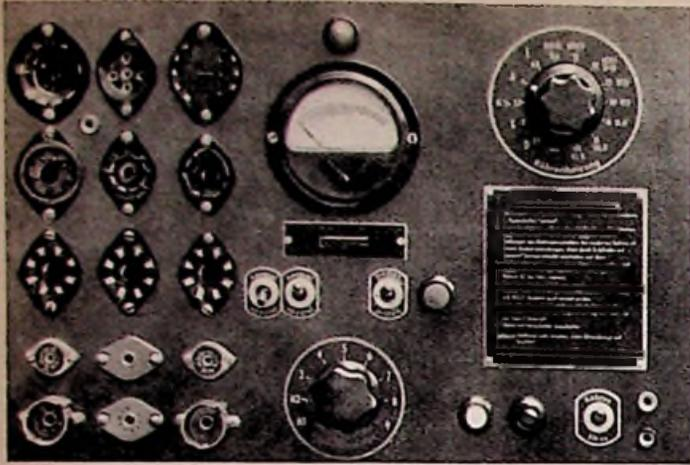

Bild 4. Fertig montierte Frontplatte
1. Zu Beginn der Prüfung linken Kippschalter (S 5) auf der Frontplatte Bild 4 auf „normal“, rechten Kippschalter (S 4) auf „prüfen“, Heizspannung der Prüfröhre einstellen.
Die Fotos Bild 4 und 5 siehe nächste Seite
Prüfung für alle indirekt geheizten Endröhren und nur bei rechts leuchtender Glühlampe. Weiße Taste (Bild 4 rechts unten) drücken, Instrumentenzeiger darf sich nur unmerklich bewegen. Bei Ausschlag über den ersten Teilstrich liegt Vakuumfehler vor. Prüfung auf thermische Gitteremission: schwarze Taste etwa 1/2 bis 1 Min. drücken, sofort danach weiße Taste bedienen; geht der Instrumentenzeiger dann sprunghaft über den ersten Teilstrich hinaus, dann liegt thermische Gitteremission vor.